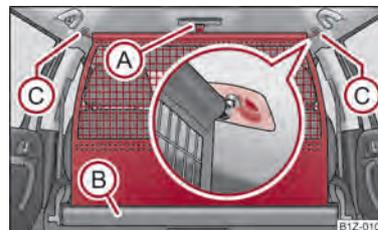

Fig. 64 Estender a rede divisória da zona de bagagem
- Segure a lingueta (A) ⇒ Fig. 64 e puxe a rede divisória para fora da caixa (B).
- Coloque a barra transversal numa das tomadas (C) e carregue na barra transversal para a frente.
- Do mesmo modo fixar a barra transversal no outro lado do veículo, tomada (C).